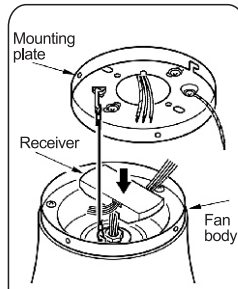

Fig.4
Paso 3: Mantenga el receptor en el capuchón para la conexión de los cables. (Fig. 4)